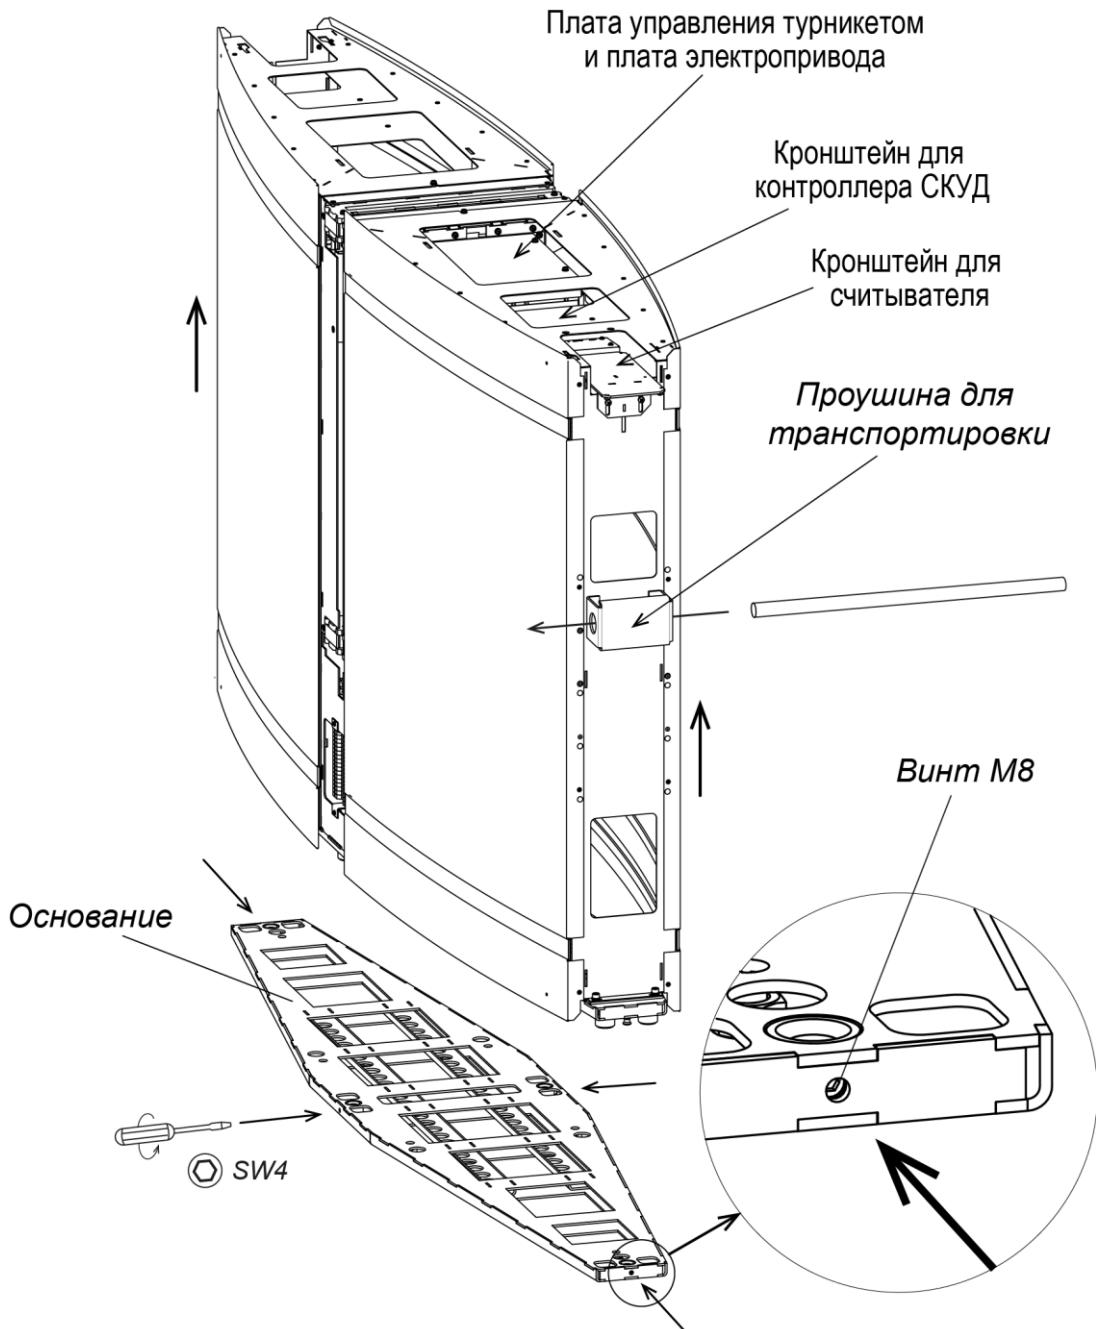

Рисунок 20. Демонтаж секции с основания
18. При необходимости произведите монтаж считывателей карт доступа и контроллера СКУД – считыватели устанавливаются на предусмотренные для этого кронштейны, расположенные внутри секций под верхними блоками индикации крышек или непосредственно на блоках индикации снизу (**PERCo-MR07 OEM**); контроллер СКУД устанавливается на самоклеящихся фиксаторах из комплекта поставки в проеме корпуса секции сверху под крышкой турникета (см. рис. 20).
- Ключом шестигранным SW4 выверните до упора четыре винта M8 (см. рис. 20).
Плата электропривода створки располагается под стеклянной крышкой турникета с правой стороны от створки в проеме корпуса секции, см. рис. 20 (для стороны *Master* совместно с платой управления).